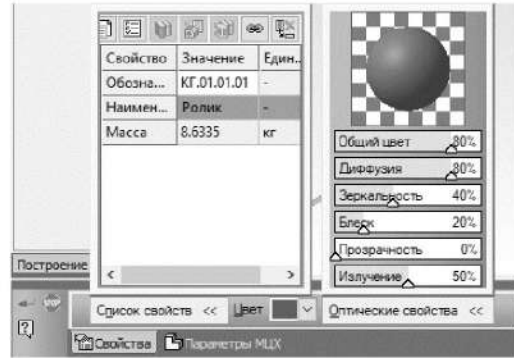

Рисунок 3.4. Свойства модели
1.1.2 На Панели свойств выберите поле **Обозначение** и введите туда обозначение документа по ГОСТ 2.201-80 (например, **КГ.01.01.01**) (рисунок 3.4).
1.1.3 В поле **Наименование** введите название детали (например, «Ролик») (рисунок 3.4).
1.1.4 Раскройте список **Цвет** и выберите цвет детали (рисунок 3.4).